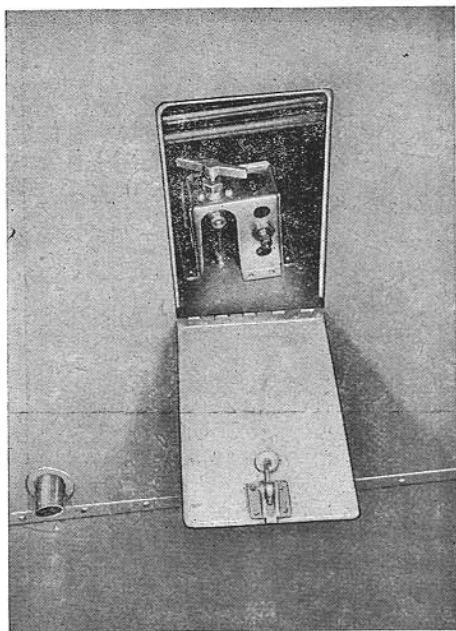

Fig. 46
La bombola (3) può essere caricata anche con aria proveniente da una bombola esterna ad alta pressione attraverso la valvola di scarico (fig. 46).